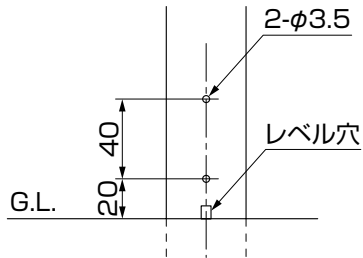
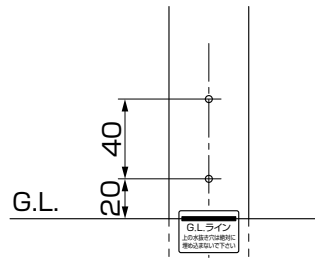

図6-5 1段仕様 (主柱・端柱)
図6-6 2段仕様 (主柱)
①主柱 (端柱) にドリルでφ3.5の穴を図6-5 (図6-6) のようにあけてください。